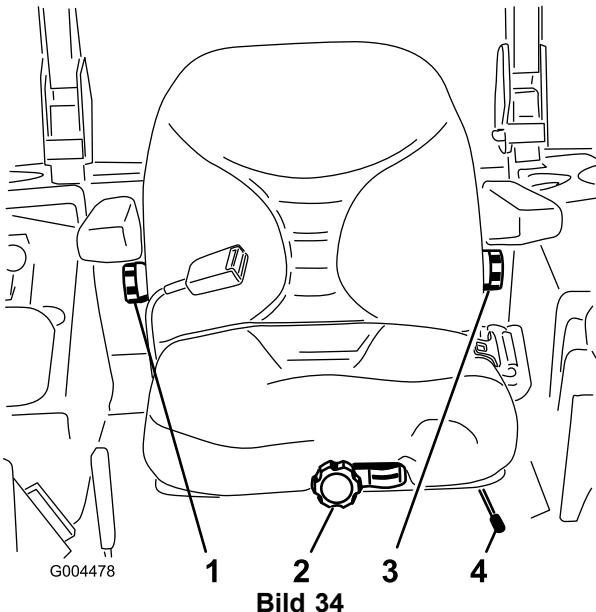

Bild 34
1. Wenn Sie den Sitz verstehen möchten, bewegen Sie den Hebel zum Entriegeln des Sitzes zur Seite (Bild 34).
Setzen Sie sich nicht auf den Sitz und drehen Sie das Handrad zum Verstellen an der Vorderseite solange, bis der gewünschte Komfort erreicht ist (Bild 34).
Drehen Sie zum Verstellen das Handrad unter der rechten Armlehne solange in eine Richtung, bis der gewünschte Komfort erreicht ist (Bild 34).
Drehen Sie zum Verstellen das Handrad unter der linken Armlehne solange in eine Richtung, bis der gewünschte Komfort erreicht ist (Bild 34).